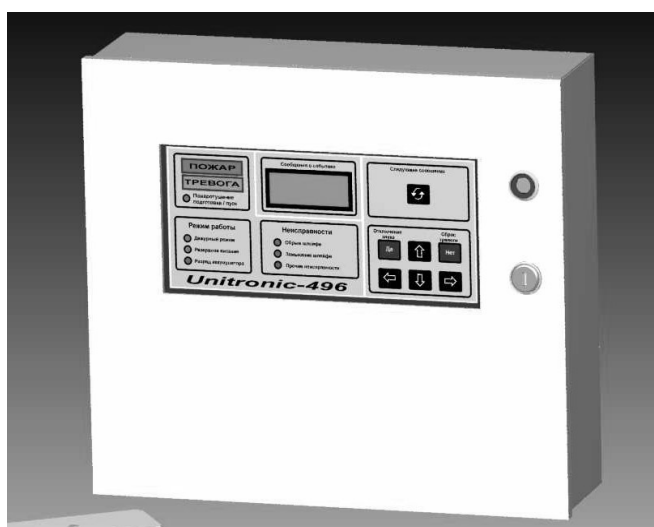

Рис. 1. Внешний вид АПКП "Юнитроник 496" с встроенным пультом управления
2.3. Внешний вид приборов показан на рис.1,2.